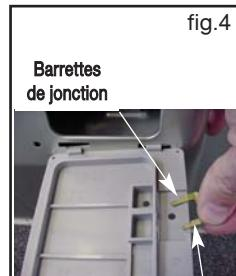

fig.4
- Retirez les barrettes de jonction situées sur la trappe en ôtant le clip noir (**fig.4**).